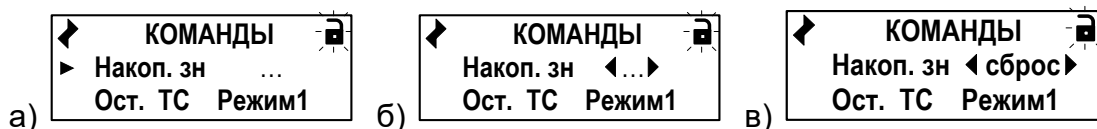

Рис.12. Вид окна индикации команды сброса накопленных значений.
- 6.2.8.1. В соответствующем меню кнопками ,  выбрать нужную команду, установив курсор  слева от обозначения этой команды (рис.12.а), и нажать кнопку . При этом часть строки (установленное по умолчанию значение команды) заключается в угловые скобки   (рис.12.б). Кнопками ,  выбрать требуемое значение команды из списка (рис.12.в).